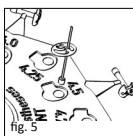

fig. 5
■ **fig. 5** Proteza TTP® VARIAC va fi introdusă corespunzător lungimii determinate înainte (vezi mai sus: utilizarea discului separator) în decuparea prevăzută pentru aceasta pe discul separator. Această procedură ar trebui să se efectueze cu ajutorul pensetei din titan (REF 8000 136) ce se poate livra opțional.
■ 图 5 TTP VARIAC假体被插入特定设计的凹座筛选器,根据事先计算的长度(见下文:使用筛选器)。这个过程的执行应该使用钛钳子(REF 8000 136)。